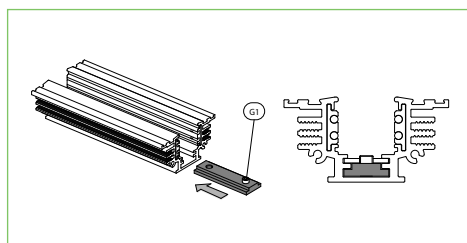
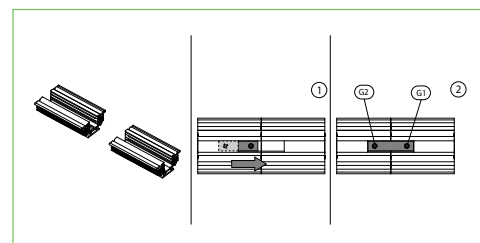

Fig. 8
Fig. 9
Inserire la staffa nel primo spezzone di binario, dalla parte dove non è stato avvitato il grano G1 e metterla completamente all'interno del binario (Fig. 8). Successivamente affiancare il secondo spezzone di binario e far scorrere la staffa (1), fino che risulti in mezz'era rispetto ai due spezzoni (2), poi inserire anche il secondo grano G2 e per finire avvitare entrambi i grani G1 e G2 fino a che la staffa risulti saldamente fissata ai due spezzoni di binario (Fig. 9). Per la connessione elettrica tra i binari utilizzare il giunto passante 9503/...